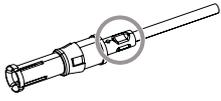
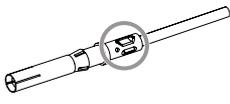

Abb. 17:
Abb. 19:
3. Kontakt und Kabel (ggf. inkl. Reduzierhülse) mit Crimpwerkzeug (siehe Kapitel „**Werkzeuge**“) vercrimpen, wie in **Abb. 17** bzw. **Abb. 19** gezeigt.